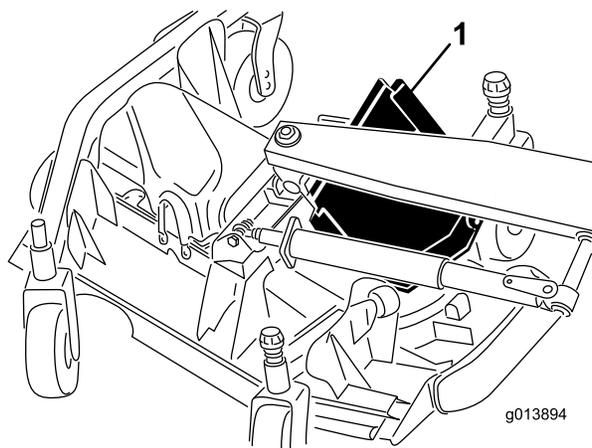

図 85
6. 前側エッジを持ち上げ、これを昇降アームとローラの間で移動する 図 85。